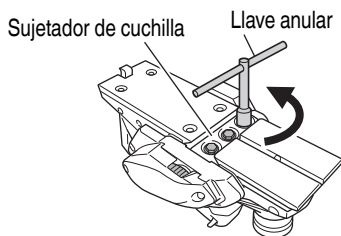

Fig. 26
- (1) Tal como se observa en la Fig. 26, extraiga los tres pernos de fijación de la cuchilla con la llave anular suministrada, y saque el sujetador de cuchilla.